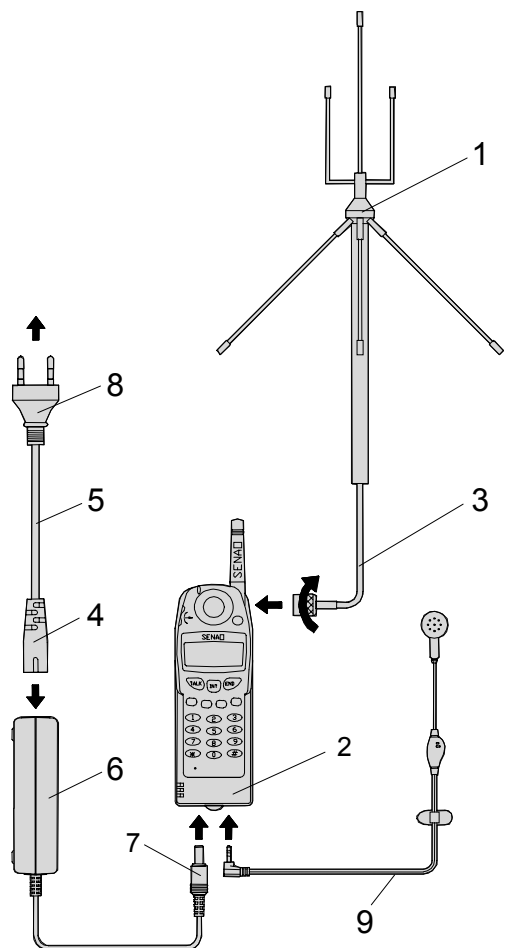

Рис. 6
- При эксплуатации усилителя ART-358 FORSAGE в стационарном варианте вместо автомобильной антенны применяйте внешнюю (GP или направленную) антенну. Схема подключения приведена на рис. 6. На схеме показан один из возможных типов внешней антенны.
- Чтобы подготовить усилитель к эксплуатации в стационарных условиях, выполните следующие операции (см. рис. 6):
- ✓ Установите антенну (1) в соответствии с рекомендациями изготовителя.
- ✓ Подключите кабель снижения (3) антенны (1) к антенному разъему усилителя (2).
- ✓ Подсоедините разъем (4) сетевого шнура (5) к источнику питания (6).
- ✓ Подключите штекер (7) источника питания к соответствующему гнезду усилителя (2).
- ✓ Подключите сетевую вилку (8) блока питания к электросети (110/220 В, 50 Гц). На корпусе усилителя должен мигать или светиться непрерывно индикатор «POWER». Непрерывное свечение индикатора сигнализирует о процессе зарядки аккумуляторной батареи усилителя.
- ✓ При эксплуатации усилителя с микрофонной гарнитурой (9) вставьте штекер последней в соответствующее гнездо усилителя.